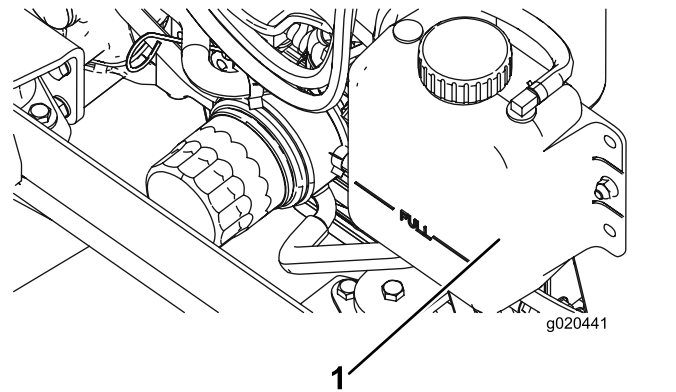

Bild 109
1. Nehmen Sie den Kühlerdeckel und den Deckel des Ausdehnungsgefäßes vorsichtig ab (Bild 109).